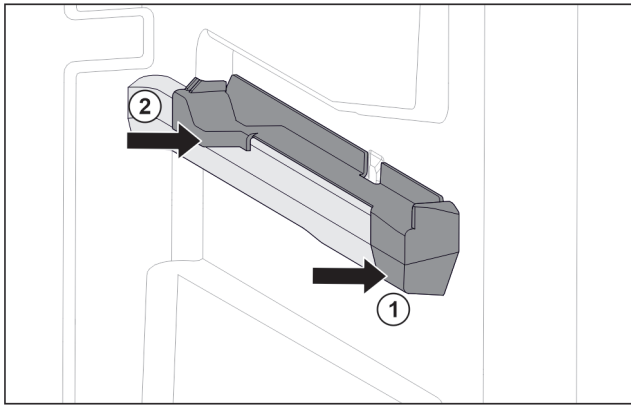

Fig. 81 Nasazovací díl na pravém žebrování na nádoby
- ▶ Nasadte nasazovací díl na žebrování na nádoby. Fig. 81 (1)
- ▶ Přitlačte nasazovací díl k zadní části. Fig. 81 (2)